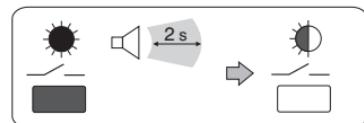

Fig. 8
- Maintenir la pression sur la touche "—/" jusqu'à l'émission d'un simple signal sonore; puis la relâcher: la LED est clignotante (fig.8).